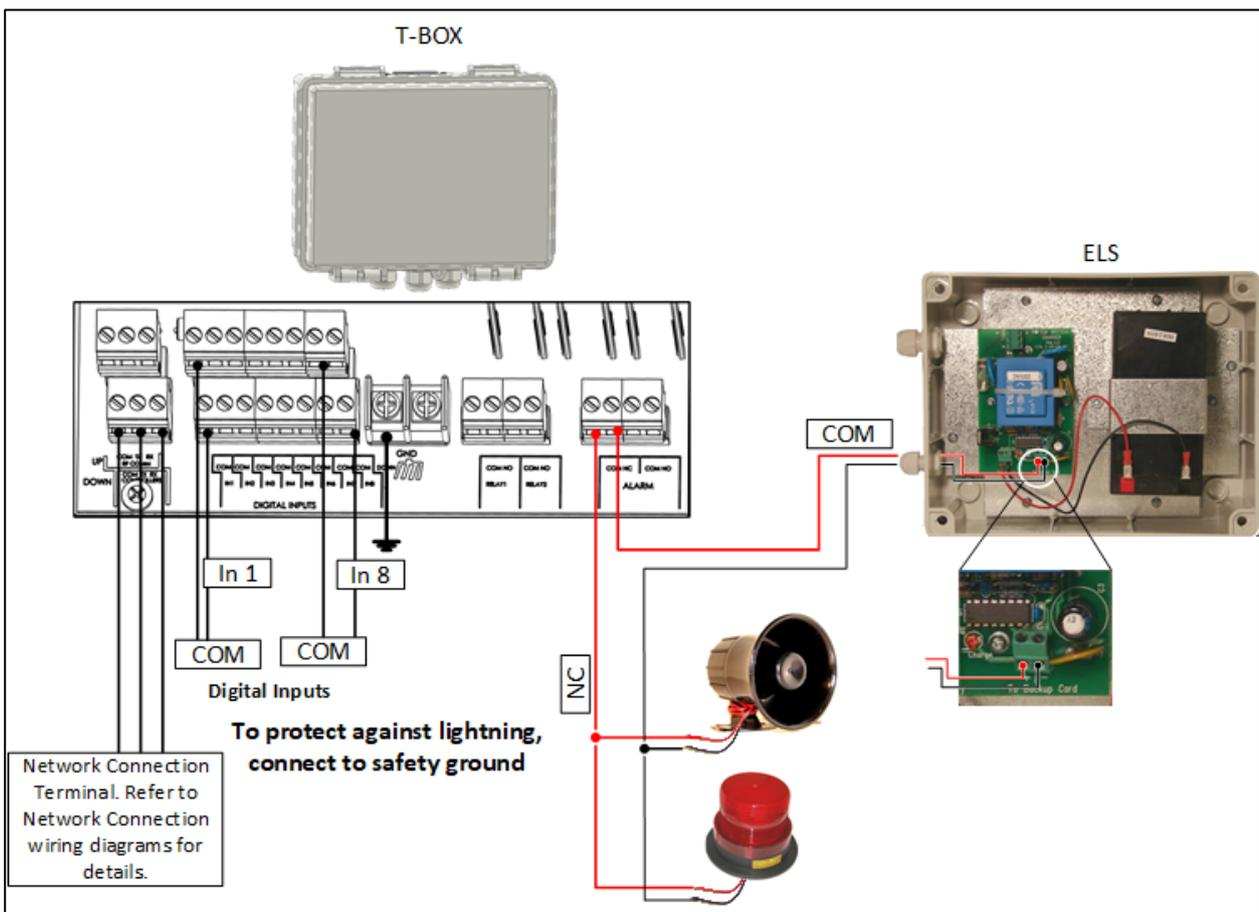

Figura 18: Diagrama de Cableado de la T-Box con ELS
Si es necesario, conecte la External Connection Box a los dispositivos externos y un sistema ELS). (Figura 18).
2. Conectar los cables (Figura 18).